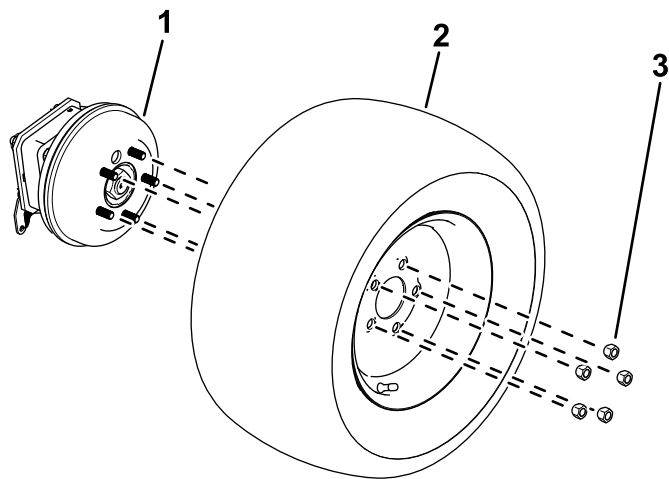

図 11
2. ホイールラグナットをゆるめて外す 図 11。
3. 各ホイールハブから車輪を取り外す 図 11。
1. 先ほど外したラグナットを使って、タイヤをホイールハブに固定する図 11。